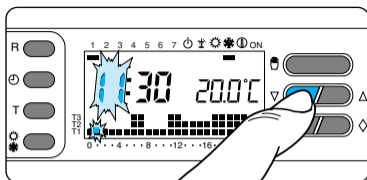

Fig. 19
**3.5** -Premere il pulsante  $\nabla$  oppure  $\Delta$  fino a raggiungere l'ora esatta (fig. 19).